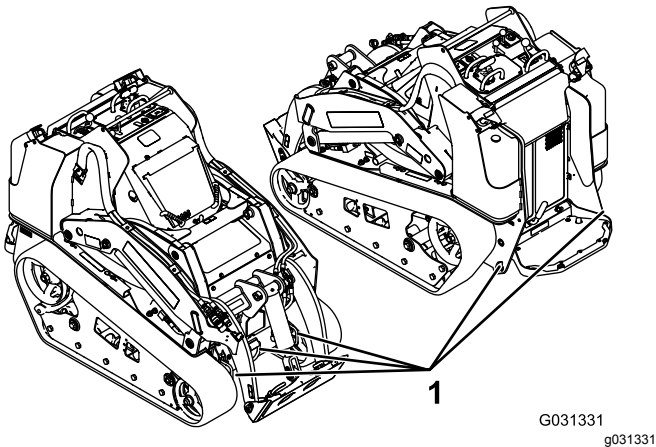

Рисунок 31
8. Для надежного крепления машины к прицепу или грузовику с помощью стропов, цепей, тросов или канатов используйте установленные на машине металлические крепежные проушины (Рисунок 31). Изучите местные нормативные документы по требованиям к креплению оборудования.
Вы можете поднять машину, используя в качестве такелажных точек крепежные/подъемные проушины; см. Рисунок 31.